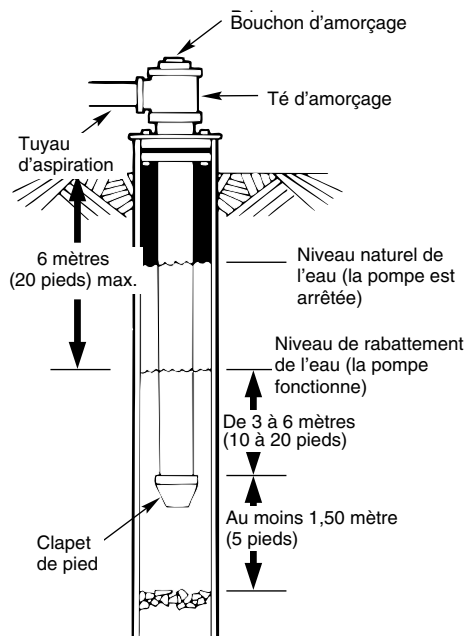

Figure 5 – Installation sur un puits tubé ou creusé
5. Si on utilise un clapet de pied, il est recommandé de poser un té et un bouchon d'amorçage, comme il est illustré à la Figure 5.